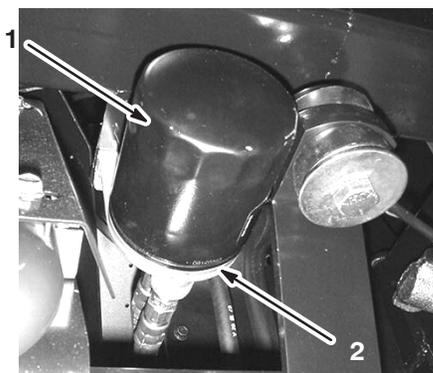

Figure 36
2. Déposez le filtre usagé (Fig. 36).
3. Essuyez la surface du joint de l'adaptateur du filtre (Fig. 36).
4. Appliquez une fine couche d'huile neuve sur le joint en caoutchouc du filtre de rechange (Fig. 36).
5. Posez le filtre à huile de rechange sur l'adaptateur. Tournez le filtre dans le sens horaire jusqu'à ce que le joint en caoutchouc touche l'adaptateur, puis donnez 1/2 tour supplémentaire (Fig. 36).